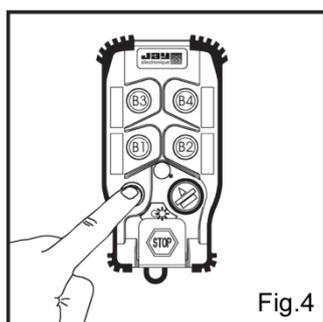

Fig.4
- 5- Une fois que le canal désiré est sélectionné (choix du n° 01 à 64), actionner le bouton marche pour valider le choix (fig.4).
- 5- Une fois la nouvelle durée sélectionnée (choix de 01 à 99), actionner le bouton marche pour valider le choix (fig.4).
- 5- Valider le mode sélectionné en appuyant sur le bouton marche (fig.4).
5- Sortir du mode de programmation en appuyant sur le bouton d'arrêt coup de poing (fig.4).